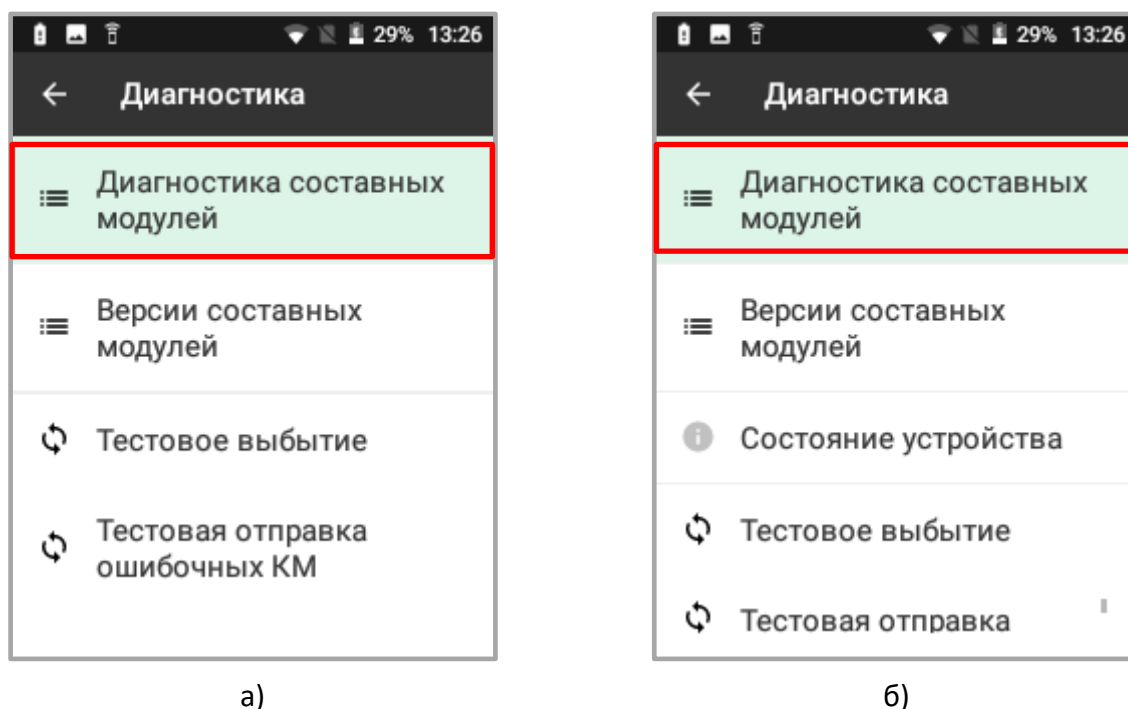

Рисунок 80. Меню Диагностика (пункт Диагностика составных модулей):
3. Выбрать пункт **Состояние устройства** (см. рисунок 80). Откроется информация о состоянии устройства: